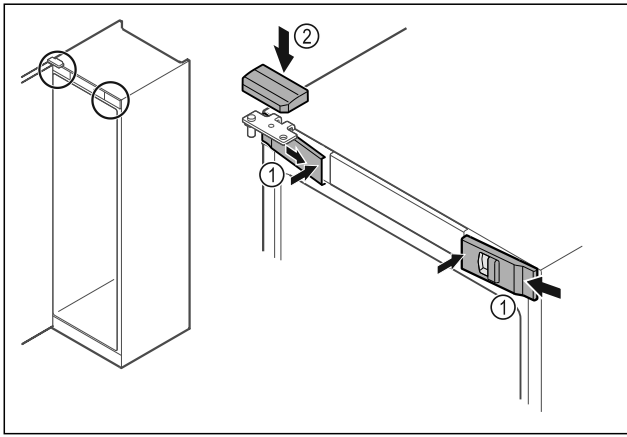

Fig. 33
- ▶ Agganciare le coperture anteriori Fig. 33 (1) di lato e innestarle all'interno.
- ▶ Innestare la copertura superiore Fig. 33 (2) dall'alto.